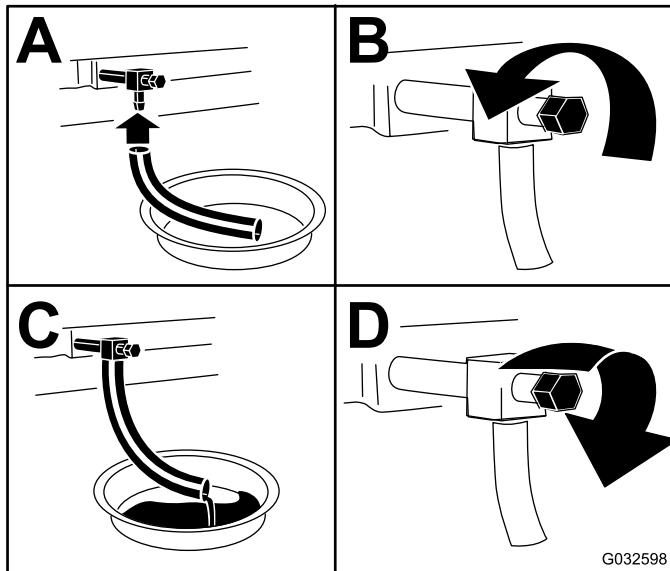

Bild 44
3. Stellen Sie vor dem Verlassen des Fahrersitzes den Motor ab, ziehen Sie den Schlüssel ab und warten Sie, bis alle beweglichen Teile zum Stillstand gekommen sind (Bild 44).
4. Wechseln Sie das Motoröl in den folgenden Situationen (Bild 44).